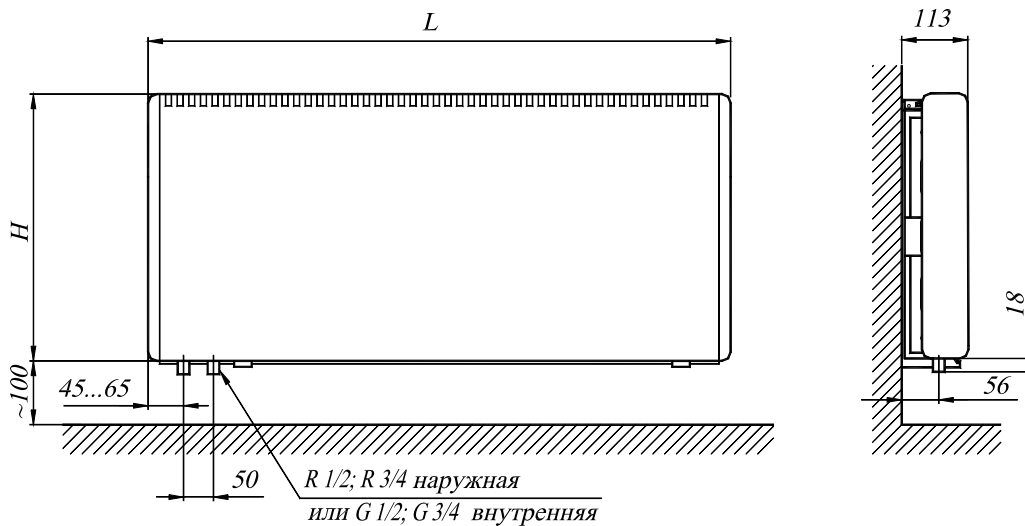

Рис. 1.5. Конвектор «Изотерм» настенный концевой **РКНН** с нижним левосторонним подключением
1.3.7. Концевые модификации настенных конвекторов выпускаются не только с боковым расположением присоединительных патрубков (РКН), но и с нижним – РКНН (рис. 1.5). Это позволяет подсоединять конвекторы при скрытой подводке теплопроводов. Съёмный кожух этих модификаций позволяет монтировать конвекторы левого или правого исполнения непосредственно на стройке.